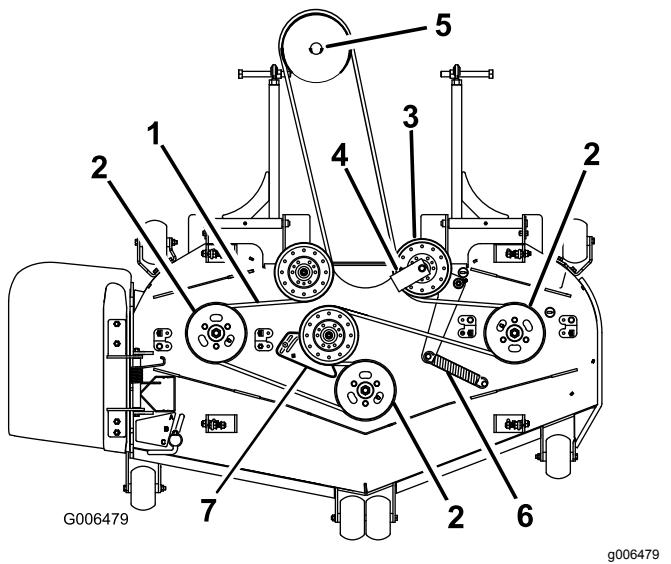
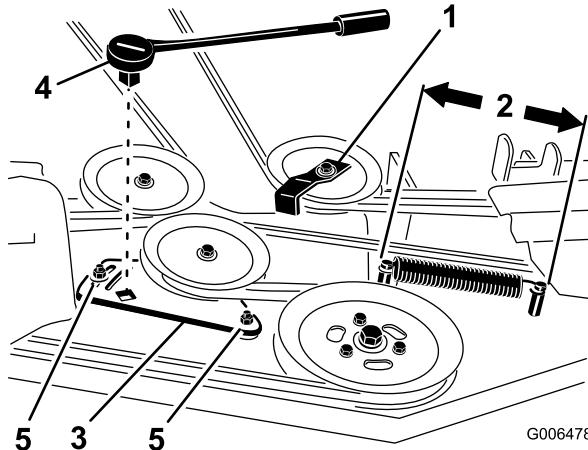

Figure 72
Figure 74
4. Pour les tabliers de 183 cm (72 po), desserrez les boulons de fixation de la plaque de la poulie de tension (Figure 74).
6. Déposez le guide-courroie de la poulie de tension rappelée par ressort, comme montré à la Figure 72 et la Figure 74.
8. Acheminez la courroie neuve autour des poulies du tablier de coupe et de la poulie du boîtier d'engrenages, sous le moteur (Figure 72).
9. Montez le guide-courroie sur la poulie de tension rappelée par ressort à un angle de 45 degrés, comme montré à la Figure 72 et la Figure 74. Serrez le boulon à un couple de 37 à 45 N·m (27 à 33 pi-lb).
10. Montez le ressort de la poulie de tension sur les 2 ergots (Figure 72 et Figure 74).
4. Mesurez la longueur du ressort (Figure 74). Si elle est comprise entre 25,4 et 26 cm (10 et 10¼ po), d'un ergot à l'autre, aucun réglage n'est nécessaire.
5. Desserrez les boulons de fixation de la plaque du bras de tension (Figure 74).
6. Insérez un manche à rochet ou une barre de levier dans le trou carré de la plaque pour régler la tension (Figure 74).
7. Tournez le manche à rochet ou la barre de levier pour déplacer la plaque jusqu'à ce que la longueur du ressort atteigne 25,4 à 26 cm (10 à 10¼ po) entre les ergots, comme montré à la Figure 74.
8. Tout en maintenant la courroie tendue, serrez les boulons de fixation de la plaque du bras de tension (Figure 74).